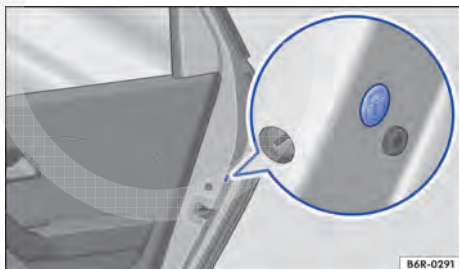

Fig. 158 Na porta traseira: travamento de emergência, coberto por uma vedação de borracha.
- Remover a vedação de borracha na lateral da porta. A vedação está identificada por um cadeado 🔒 → Fig. 158.